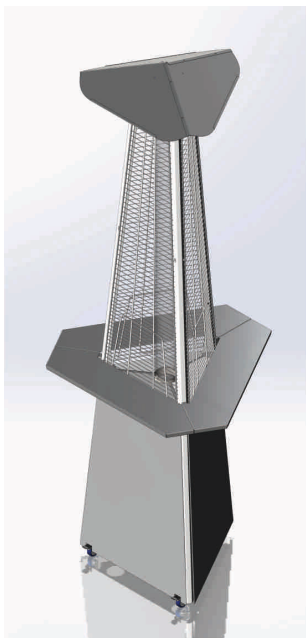

Рис. 18
10. установите на места боковые и главную крышки. Затяните винты, фиксирующие боковые крышки. Сборка завершена (Рис. 18)